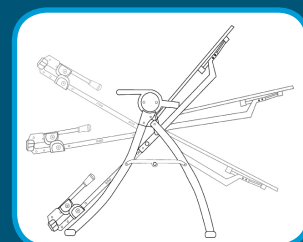

Figura 1
**ANTES DE INVERTIRSE** revise que la tabla rote suavemente a la posición invertida regrese por completo (Figura 1), y que todos los sujetadores estén seguros. Asegúrese de que las posiciones descritas a continuación estén bien ajustadas a sus necesidades y tipo de cuerpo. Tómese su tiempo para encontrar sus posiciones deseadas y recuérdelas. Compruebe cada vez dichas posiciones antes de utilizar el equipo.